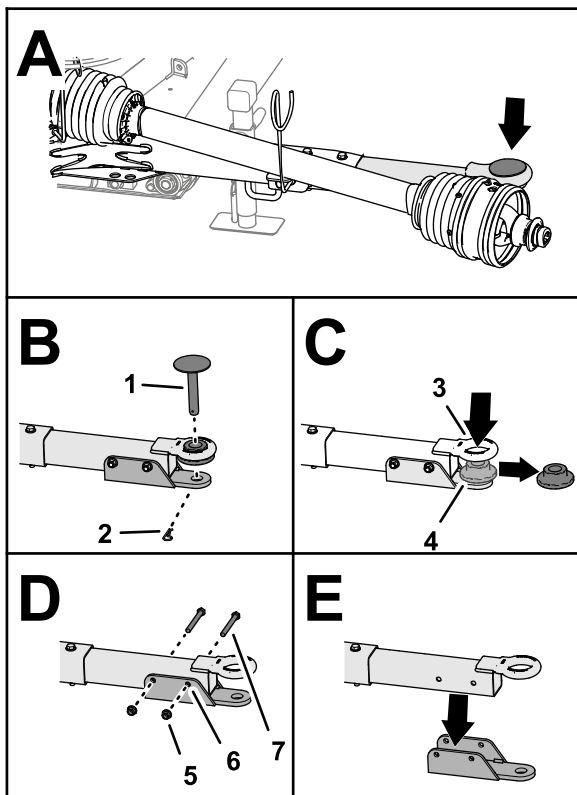

Figura 7
1. Retire la chaveta que fija el pasador de enganche a la barra de tiro y retire el pasador de enganche (Figura 7).
- Retire el casquillo con brida del ojo del pivote (Figura 7).
- Retire las 2 contratuerca con arandela prensada y los 2 tornillos con caperuza que fijan el soporte de horquilla a la barra de tiro y retire el soporte de horquilla (Figura 7).